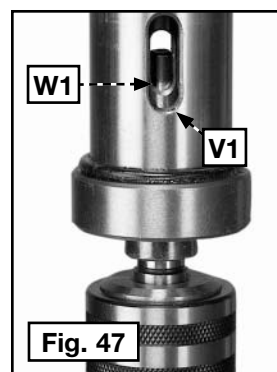

Fig. 47
1. Alinee la ranura en el eje (V1) Fig. 47 con la ranura en el husillo (W1).